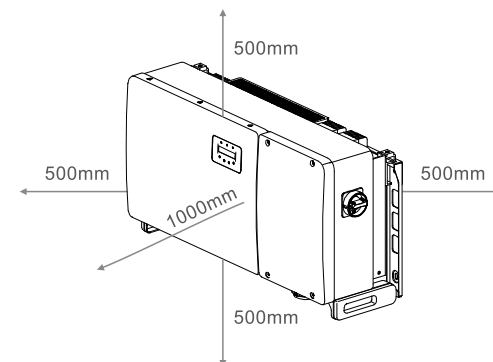

Figura 3.1 Distancias necesarias entre los inversores
- Si se instalan varios inversores en el sitio, se debe mantener un espacio libre mínimo de 500 mm entre cada inversor y todos los demás equipos montados. La parte inferior del inversor debe estar al menos 500 mm por encima del suelo o el piso (consulte la figura 3.1).